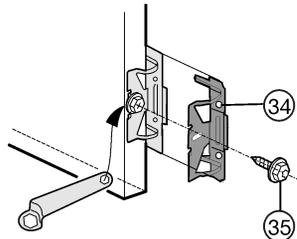

Fig. 9
- ▶ Alle bevestigingshoeken Fig. 9 (34) met zeskantbout Fig. 9 (35) in de voorgeoorde gaten van de deur aan het apparaat draaien.
- ▶ een 3e paar bevestigingshoeken *Fig. 9 (34)* monteren.